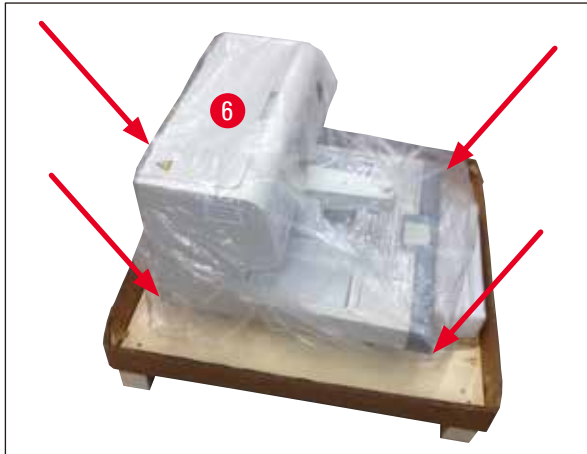

Fig. 5
5. Apparatet (→ Fig. 5-6) skal løftes af pallen af to personer, som løfter i de fire nederste hjørner af kabinettets base (→ Fig. 5).